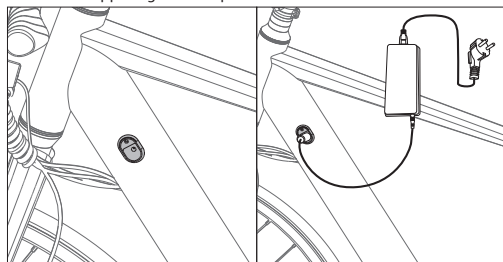

Figura 3-1
- Apri il tappo di gomma e collega il caricabatterie alla porta di ricarica dell'e-bike (Figura 3-1). Assicurati che la porta del caricabatterie sia nella direzione indicata, come mostrato in (Figura 3-2).